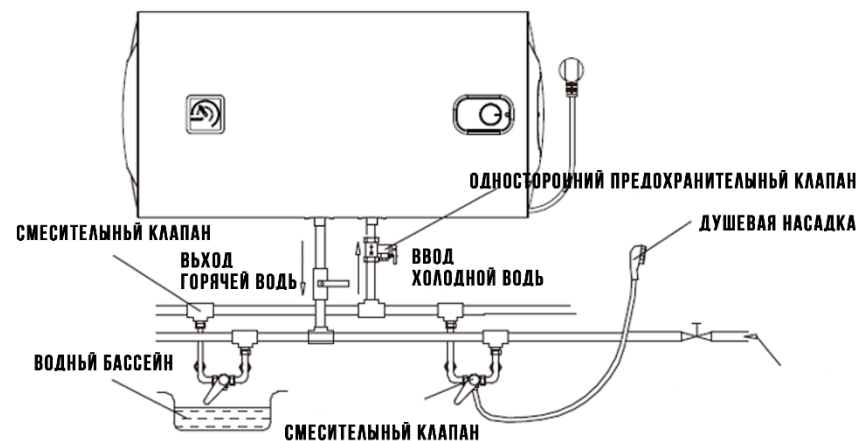

РИСУНОК 4
4. Если пользователи хотят реализовать многоходовую систему снабжения, обратитесь к методу, показанному на рис.4, для соединения трубопроводов.